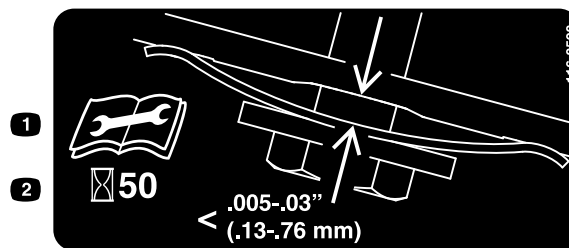

Рисунок 35
3. Прижмите комплексный калибр для измерения зазора в пределах от 0,13 до 0,76 мм к стенке, а затем сдвиньте его вниз позади пружины натяжения ремня; см. Рисунок 35.